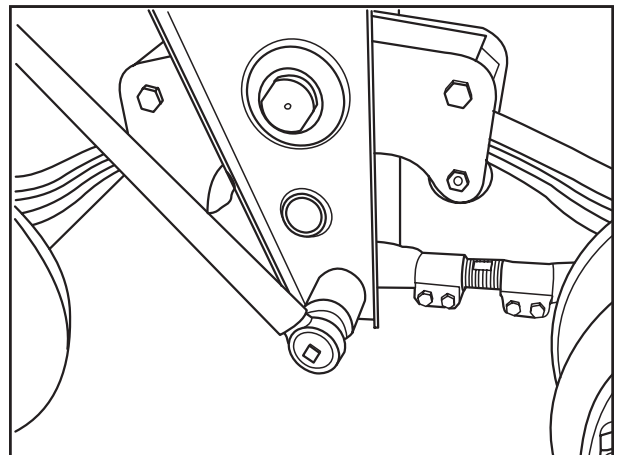

Fig. 2
- Ausführung mit verstellbarer Verbindungsstange an der Stütze (Fig. 2).
- Design according with adjustable connecting rod at the hanger bracket (Fig. 2).
- Version de la barre d'accouplement réglable sur la main (fig. 2)